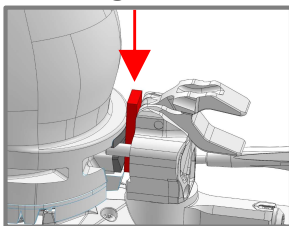

Fig.1
- Überprüfen Sie regelmäßig (vor jedem Gebrauch oder unmittelbar nach einem außergewöhnlichen Ereignis wie einem schweren Sturz), dass: 1) die Bindung richtig am Ski befestigt ist und die Schrauben richtig angezogen sind 2) der Ski nicht beschädigt ist 3) die elastischen und federgespannten Systeme mit der gewohnten Leichtgängigkeit funktionieren 4) die Bindung keine defekten, abgenutzten oder beschädigten Teile aufweist 5) den richtigen Abstand zwischen Schuh und Bindung mit Hilfe des mitgelieferten Distanzstücks (falls vorhanden) (fig.1) oder anhand der Markierung auf den Fersenstiften (fig.2-3).